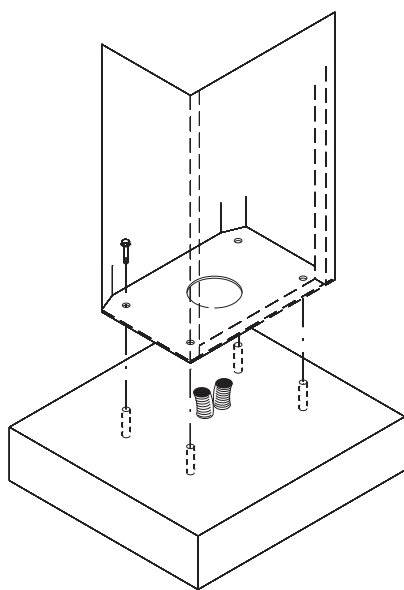
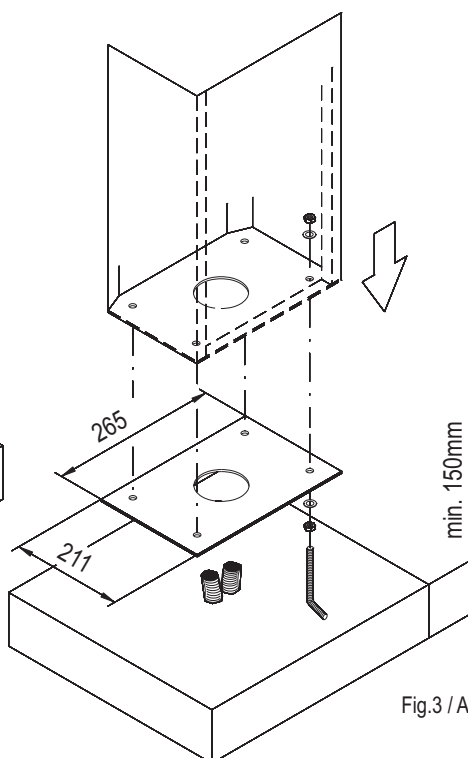

Fig.2 / Abb.2
Fig.3 / Abb.3
Prima di passare all'installazione vera e propria, si consiglia di verificare che la sede di installo della barriera sia solida ed appropriata e permetta alla barriera un esercizio corretto. Se la RAP-4 poggia su un solido basamento in cemento, può essere fissata direttamente al suolo con 4 tasselli ad espansione D.12 (fig.2), oppure il fissaggio può essere fatto con l'ausilio della contropiastra, data in dotazione assieme a 8 dadi, 8 rondelle D.12 e 4 zanche (fig. 3); in questo caso agire nel seguente modo:
3. Eseguire il montaggio **contropiastra-zanche** come fig. 3.
Si la RAP-4 repose sur une base solide en ciment, elle peut être fixée directement au sol avec 4 vis tamponnées Diam.12 (fig. 2) ou la fixation peut être effectuée à l'aide de la contre-plaque donnée en dotation avec 8 écrous, 8 rondelles D.12, et 4 boulons de serrement à crans (fig. 3). Dans ce cas-là, procéder comme suit:
3. Exécuter le montage **contre-plaque-boulons de serrement à crans** (fig. 3).
Si RAP-4 se apoya sobre una sólida base de cemento, se puede fijar directamente al suelo con 4 bulones expansibles D.12 (fig. 2), o sino, la fijación se puede realizar con la ayuda de la contraplancha, que se entrega con los 8 tuercas, 8 arandelas  $\varnothing 12$  y 4 bulones de anclaje (fig. 3). En este caso actuar del siguiente modo:
3. Realizar el montaje **contraplancha-bulones de anclaje** (Fig.3).